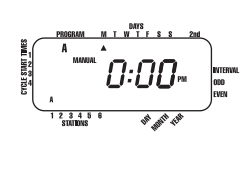

FIGURA 11: Irrigazione manuale solo del programma A o B
- Per attivare le stazioni a cui è stata assegnata una durata d'irrigazione solo per il programma A, premere il tasto **MANUAL**, seguito dal tasto **NEXT**. Ciò attiverà le stazioni con una durata assegnata solo del programma A. Per avviare questa irrigazione semi-automatica, premere **ENTER** [vedere figura 11].